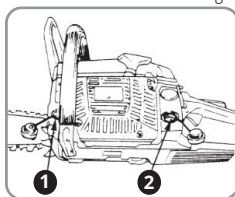

Fig. 7
1. Accione el freno de la cadena utilizando el protector frontal para las manos. Empuje el protector frontal hacia delante hasta que quede bloqueado en posición. Llene los depósitos de combustible y de aceite para la cadena y apriete bien las tapas (Fig. 7).